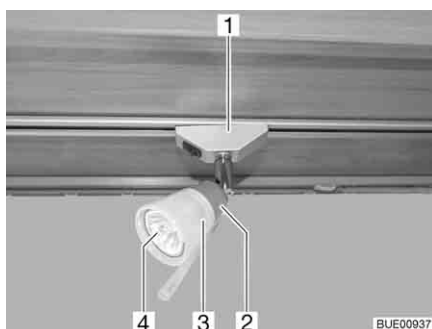

Bild 277 Halogenspotlight (förskjutningsbar)
- Vrid halogenspotlighten (Bild 277,1) 90° och ta av den från skenan.
- Vrid lampskärmen (Bild 277,3) moturs.
- Dra försiktigt av lampskärmen med halogenglödlampan (Bild 277,4) från sockeln (Bild 277,2).